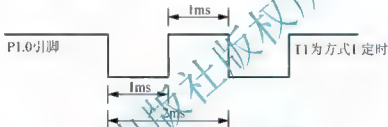

图 4-19 在 P1.0 引脚上输出的波形
**例 4.2** 设晶振频率  $f_{osc}=6\text{MHz}$ ,使用定时器/计数器 T1 以方式 1 产生周期为 2ms 的方波脉冲,并由 P1.0 输出,如图 4-19 所示。试以中断方式实现。